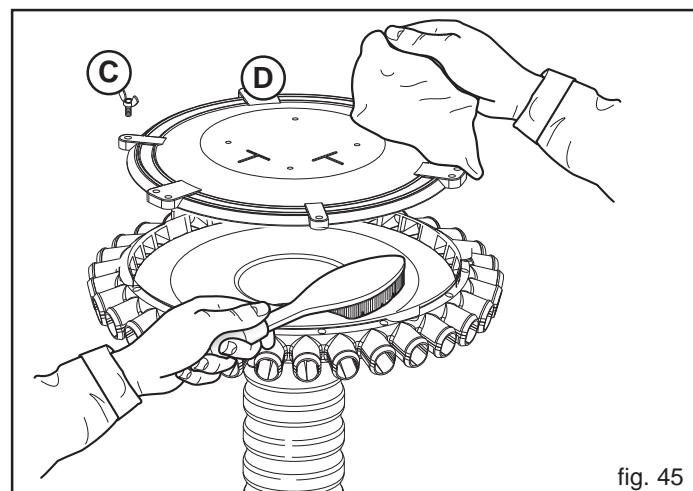

fig. 45
CADA 50 HORAS DE TRABAJO	<ul style="list-style-type: none"> - Efectuar una limpieza cuidadosa y completa del cuerpo del dosificador (véase cap 3.4). - Limpie completa y cuidadosamente el cabezal de distribución (Fig. 45): <ul style="list-style-type: none"> • Afloje y extraiga las tuercas de mariposa (C); • Quite la tapa del distribuidor (D); • Limpie con un cepillo las partes de metal y con un paño, las de plástico; • Vuelva a montar la tapa y fíjela con las tuercas de mariposa.